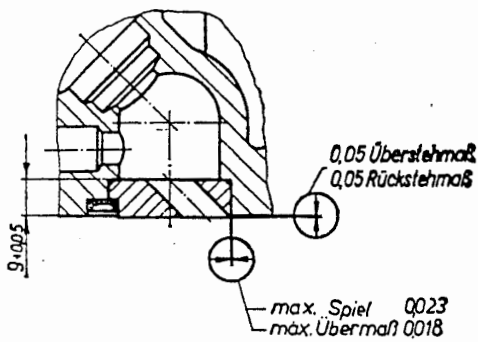

Bild M 103. Wirbelkammerunterteil
- Ist der Sitz für Wirbelkammerunterteil noch zu verwenden, so ist ein neues Wirbelkammerunterteil in den Zylinderkopf einzudrücken und mit Verschlussdeckel zu sichern. Überstehmaß 0,05 ... 0,05 mm Rückstehmaß, siehe Bild M 103.